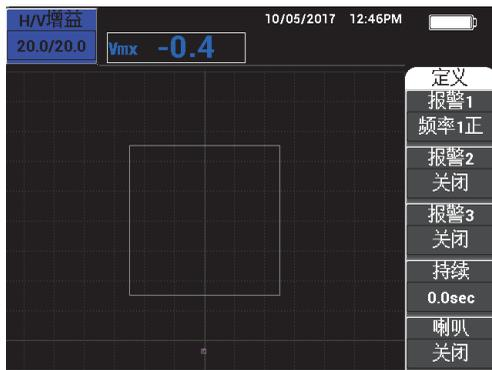

图 5-243 报警极性
1. 按功能键 A，然后使用旋钮，选择报警极性。选择了极性后，仪器屏幕上会出现一个报警框（参见第 283 页的图 5-243）。